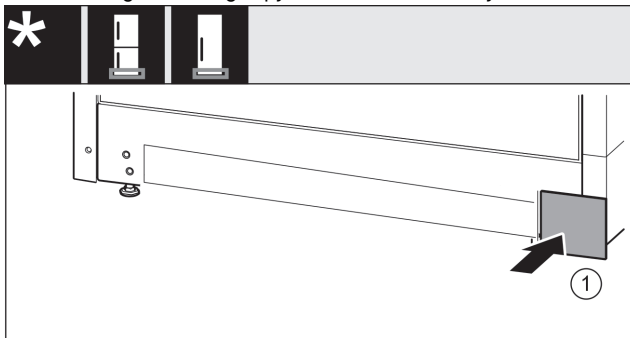

Fig. 50
- ▶ Afdekking Fig. 50 (1) van de andere zijde weer er in steken.